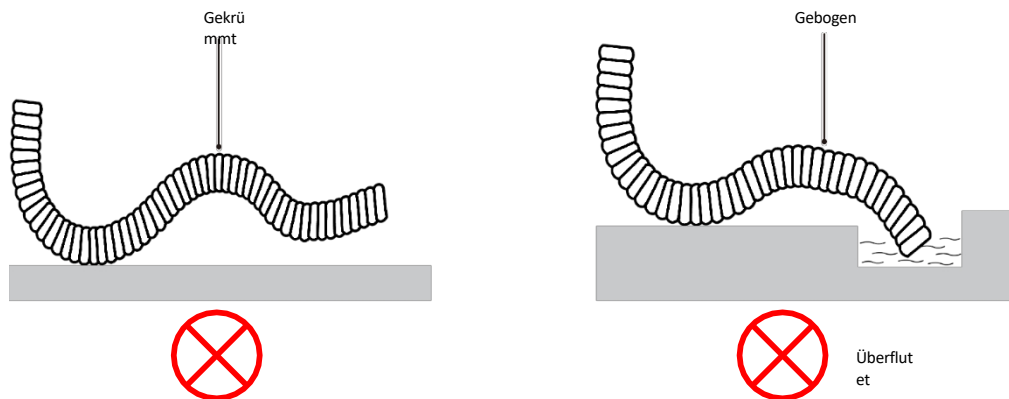

Abb. 4.3
- 2 Den Ablaufschlauch nicht verdrehen oder knicken und das Ende nicht mit Wasser überfluten. (Abb. 4.3)